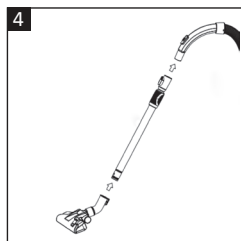

Fig. 4
- Introduceți mânerul furtunului de aspirare (7) în capătul superior al tubului telescopic (19) și împingeți mânerul cu fermitate până când se blochează în poziție (**Fig. 4**).
- Introduceți capătul inferior al tubului telescopic (19) în accesoriul de curățare (16, 18, 19 sau 20) și introduceți tubul cu fermitate până când se blochează în poziție (**Fig. 4**). Răsuciți ușor tubul pentru o inserție mai ușoară, dacă este necesar.